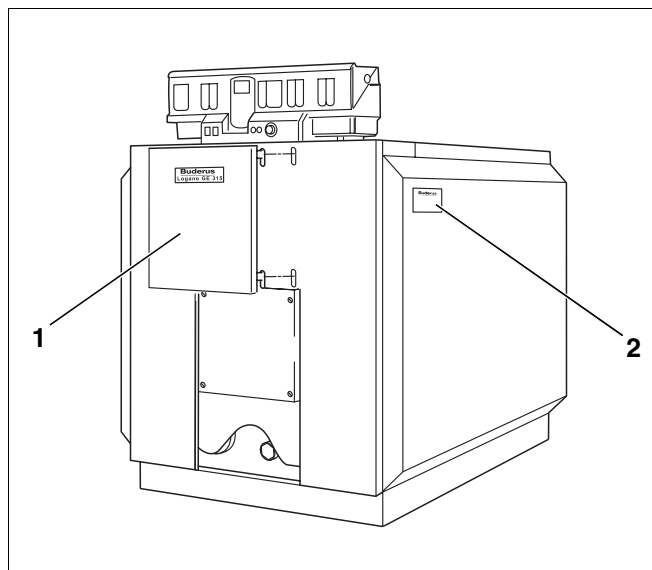

Fig. 42 Montarea măștii ușii arzătorului
- Masca ușii arzătorului se agață în orificiile ștanțate în peretele anterior (fig. 42, **poz. 1**).
- Plăcuța de identificare (fig. 42, **poz. 2**) se lipește în funcție de condițiile locale, pe peretele lateral din stânga sau din dreapta.